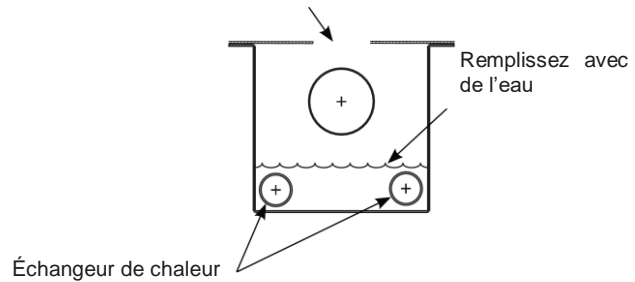

Fig. 11 Vue en coupe du collecteur
2. Retirez un tube de dispersion et ajoutez de l'eau au collecteur pour submerger l'échangeur de chaleur (voir Fig. 11).